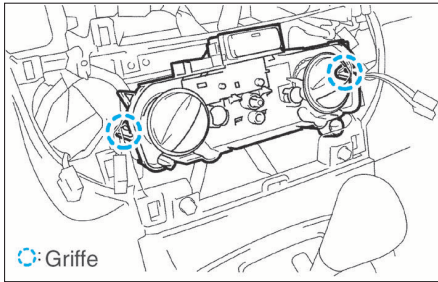

FIG. 7
- Dégrafer le panneau de commande de réglage (fig. 7).